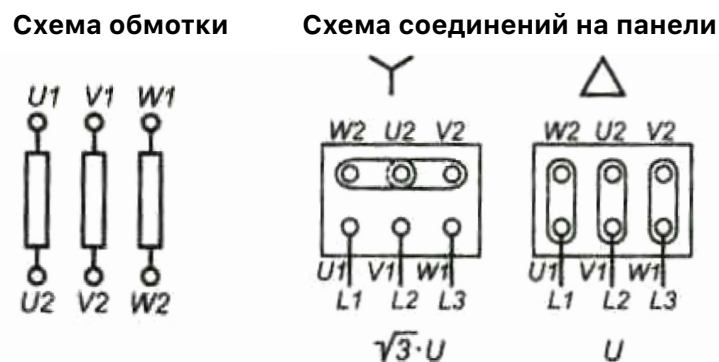

Рис. 2. Подключение электродвигателя
- в клеммной коробке двигателя или в электрической панели управления поменяйте положение двух или трех проводов силового кабеля (согласно рис. 2. Подключение электродвигателя)